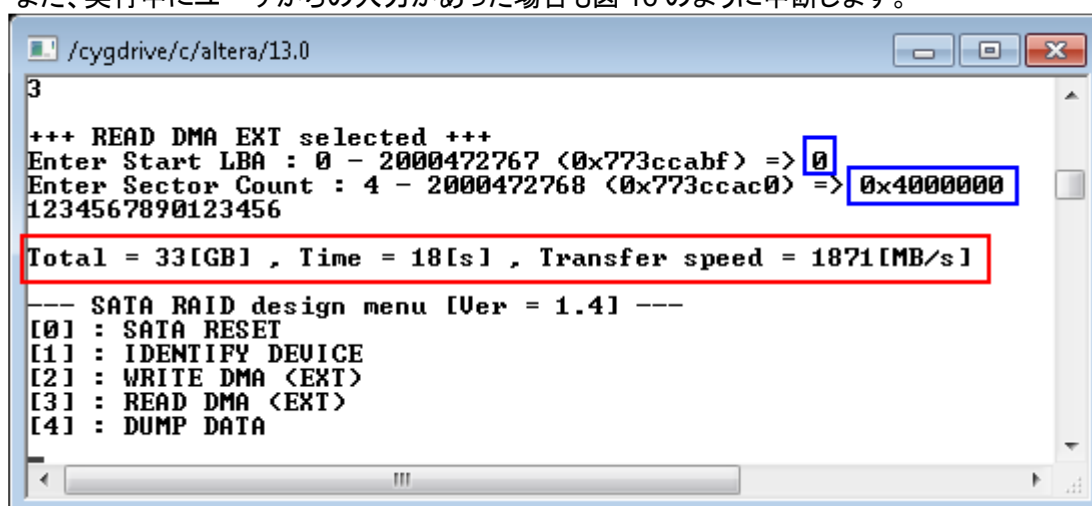

図 13: Sector Count が 131,072 を超えるの場合のリード・コマンド表示画面
- 2) Sector Count : リードするデータ量をセクタ数(1 セクタ=512 バイト)単位で入力します。ここに入力した値を 4 で割ったセクタ数が各チャンネルの SATA ドライブにおけるリード・セクタ数となります。この値が 131,072 を超えた(64M バイトのリード・データ・バッファの容量を超えた)場合、ベリファイ実行の選択メッセージを表示せず図 13 のように転送速度を表示してからメイン・メニューに戻ります。